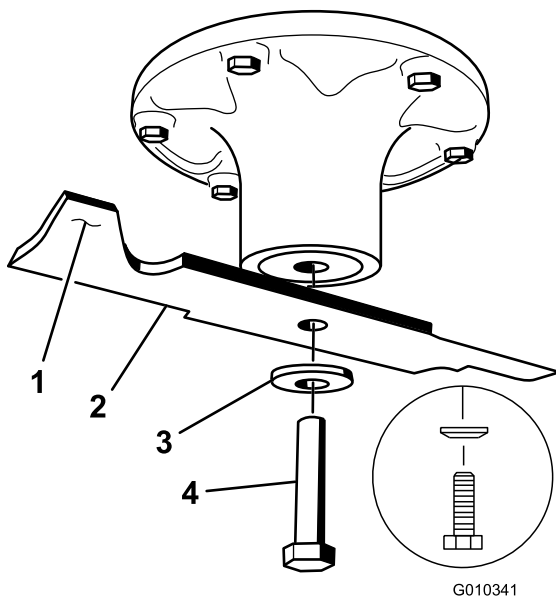

Figura 68
2. Retire del eje el perno de la cuchilla, la arandela curva y la cuchilla (**Figura 68**).
- Instale la cuchilla en el eje (Figura 68).
- Instale la arandela curva (con la copa hacia la cuchilla) y el perno de la cuchilla (Figura 68).